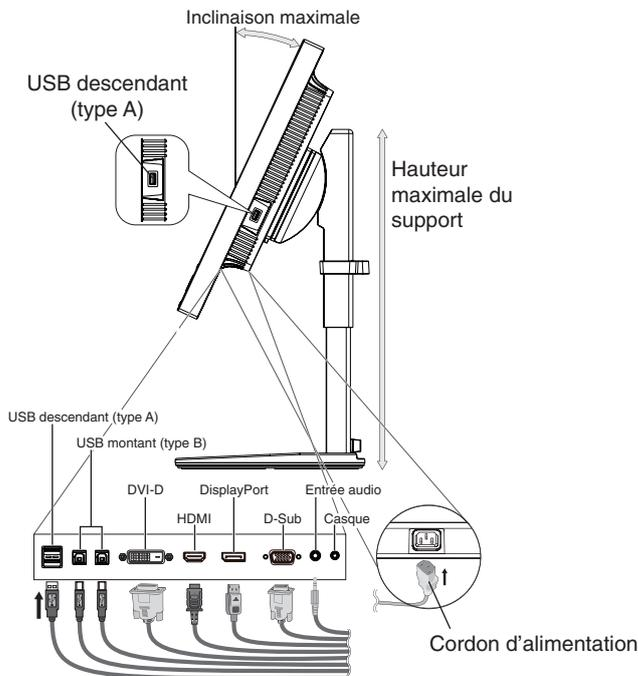
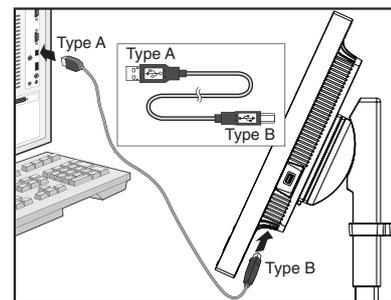

Figure C.1
Figure C.1a
- Branchez tous les câbles aux prises appropriées (**Figure C.1**). Lorsque vous utilisez un câble USB, branchez la prise de type B au port montant USB situé sur le côté arrière droit du moniteur, et la prise de type A au port descendant de l'ordinateur (**Figure C.1a**). Si vous utilisez le cordon de l'appareil USB, branchez-le dans un des ports descendants du moniteur.